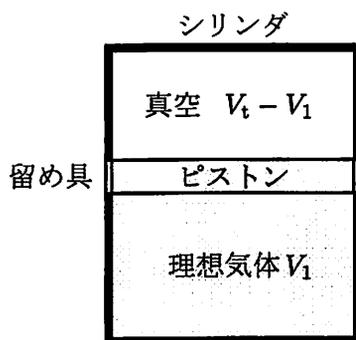

図3-2
- (2) 図3-2に示すように、問(1)と同一のシリンダ内に同一のピストンにより封入された、問(1)と同一の理想気体を考える。ただし、この場合にはピストンは留め具でシリンダに固定されている。シリンダの全容積からピストンの体積を除いた(一定)容積を $V_t$ とする。図のピストンが固定された状態の気体の体積を $V_1$ 、圧力を $p_1$ とする。このとき、シリンダとピストン上面に囲まれた空間は真空と見なし、その容積は $V_t - V_1$ である。まず、問(1)と同様に、ピストンの質量を無視できる場合を考える。気体に仕事をしないようにピストンの留め具を取り除くと、気体は膨張し、十分時間が経過した後、気体の変化が止まった状態に落ち着いた。以下の間に答えよ。